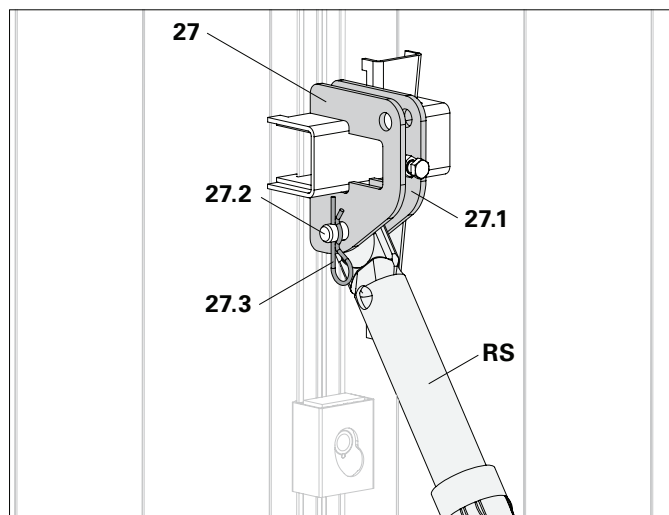

Fig. A6.08
Collegare puntello (RS) e staffe (27.1) con perno (27.2) e inserto a molla (27.3). (Fig. A6.08)